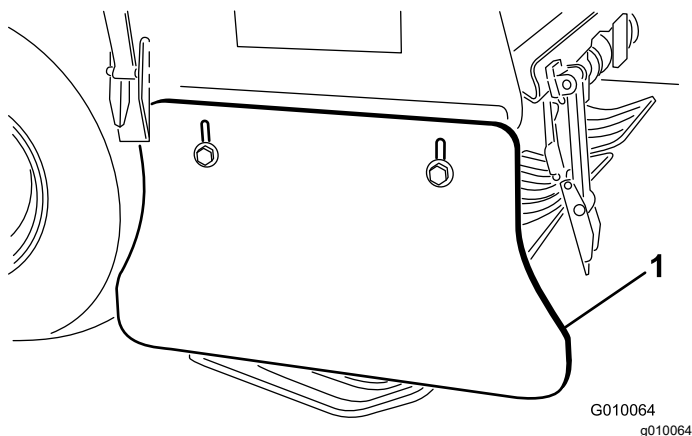

**Figure 182**
3. Vérifiez que les fixations de la tête d'aération, les fixations du timon et les écrous de roues sont serrés au couple correct. Les couples de serrage préconisés sont indiqués sur l'autocollant de référence situé sur le profilé du support de la tête d'aération (Figure 182).